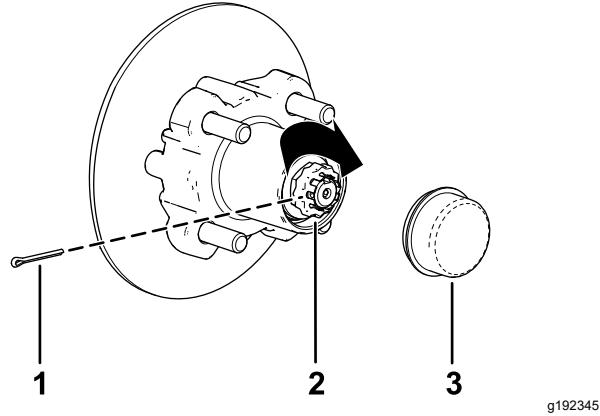

Figure 36
alignés afin de pouvoir insérer la goupille fendue (Figure 36).
- 9. Insérez la goupille fendue et repliez chacune de ses pattes autour de l'arrêt d'écrou (Figure 36).
- 10. Reposez le couvre-moyeu sur le moyeu (Figure 36).